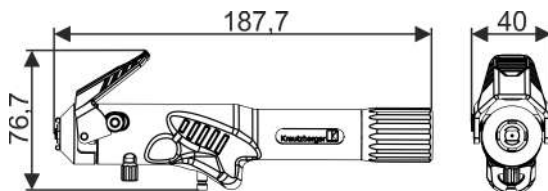

Abb. 2: Abmessungen
2.  Kartusche (Abb. 2/1) vorsichtig durch Drehbewegung in die Arretierung des Gehäuses führen und mit leichtem Druck einsetzen.
3.  Verschlusskappe (Abb. 2/2) im Uhrzeigersinn auf Gehäuse aufschrauben.